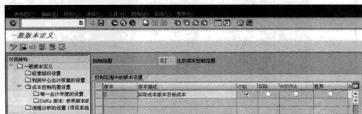

图 5-110 成本控制范围版本设置
STEP 2 单击左树中的“成本控制范围设置”选项，右栏中将显示当前成本控制范围的版本设置，如图 5-110 所示。在此可以填写版本的描述。